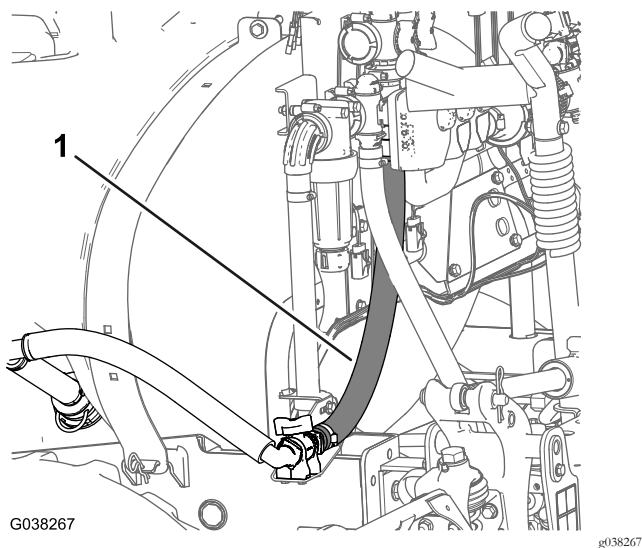

Figura 67
2. Disponete il flessibile alla valvola di accelerazione dell'agitatore (Figura 67).
3. Montate il raccordo di collegamento rapido (diritto dentellato) del flessibile di alimentazione dell'agitatore sull'accoppiatore rapido della valvola di accelerazione dell'agitatore con il fermo in dotazione con il flessibile (Figura 67).